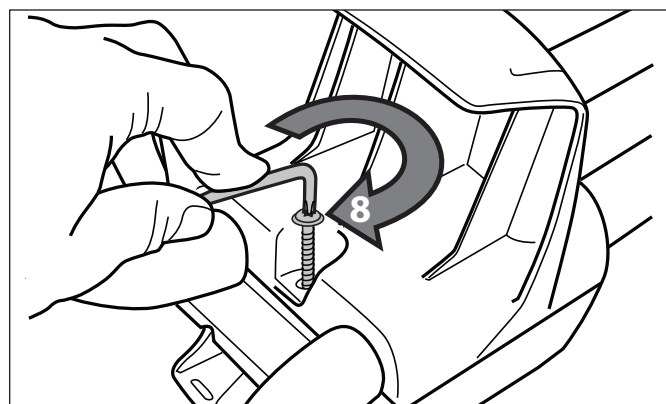

Figure 7. Installer le crochet du câble d'alimentation et le crochet du module de commande
5. Fixer solidement le crochet du câble d'alimentation et le crochet du module de commande autour des tubes à l'aide d'une vis, puis serrer à la main avec la clé Torx® (fournie avec l'appareil). Se référer à la Figure 7.